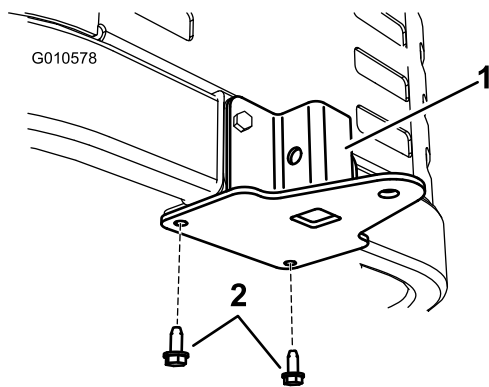

Bild 12
2. Befestigen Sie die Stützhalterung mit zwei Blechschrauben (5/16" x 3/4") von unten an der Unterseite des Maschinenrahmens, wie in Bild 12 dargestellt.